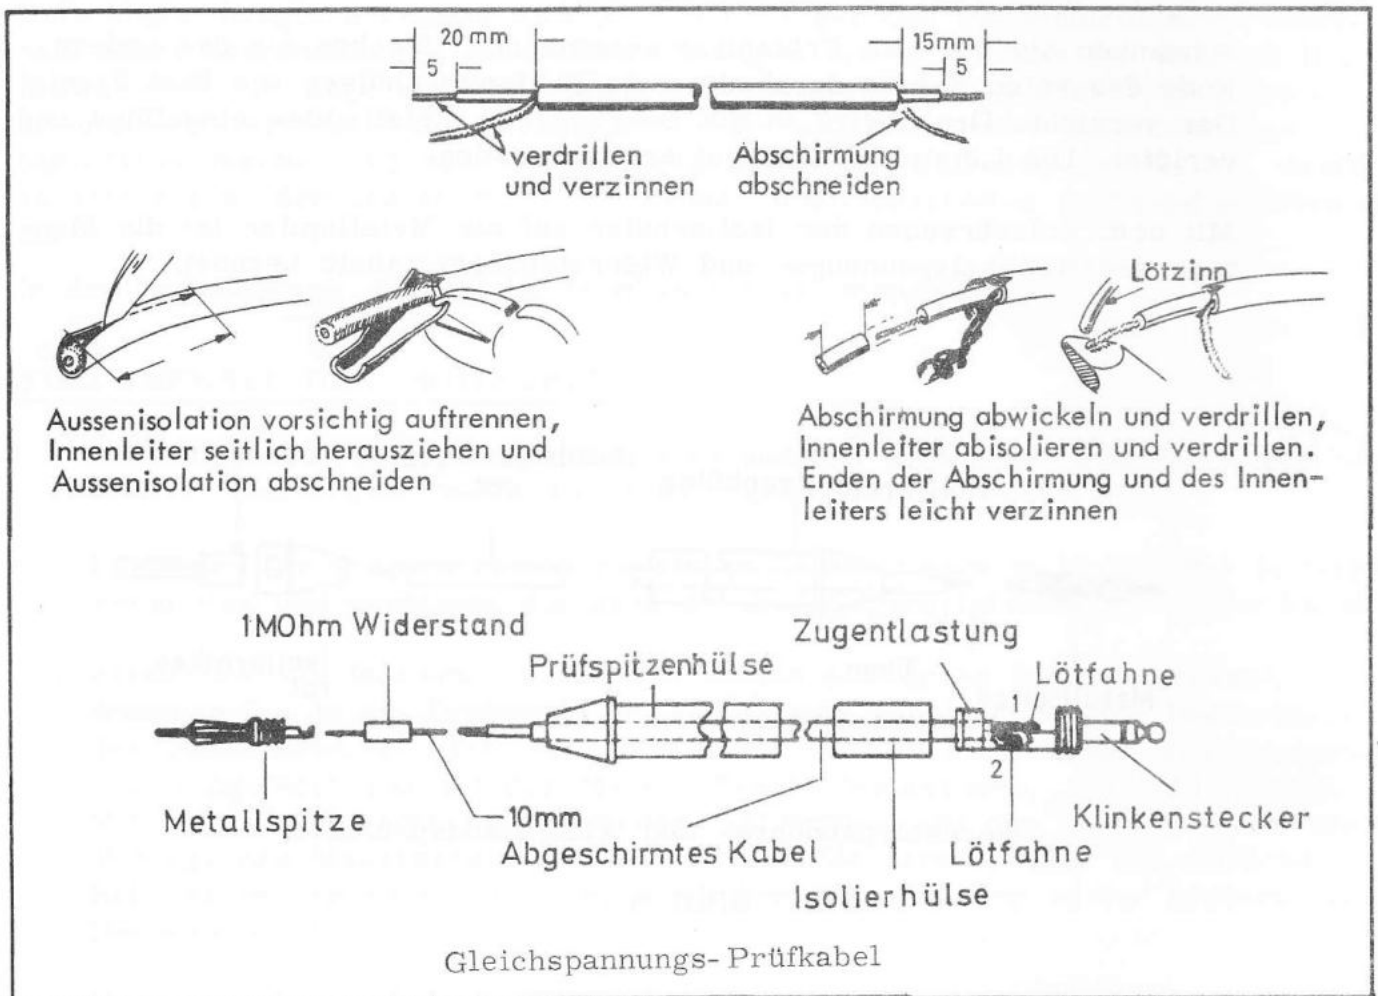

BILD 9
Die folgenden Schritte werden in Bild 9 erläutert.
- () Schrauben Sie die Isolierhülse vom Klinkenstecker. Ueberprüfen Sie die Lötflammen im Klinkenstecker auf festen Sitz und verzinnen Sie diese. Verbinden Sie den Innenleiter mit Lötflamme 1 und das Abschirmgeflecht mit Lötflamme 2 des Klinkenstreckers, wie in Bild 9 gezeigt. Biegen Sie die Zugentlastung vorsichtig auf die Aussenisolation des abgeschirmten Kabels. Schieben Sie jetzt die Prüfspitzenhülse über das abgeschirmte Kabel und verschrauben sie mit dem Klinkenstecker.